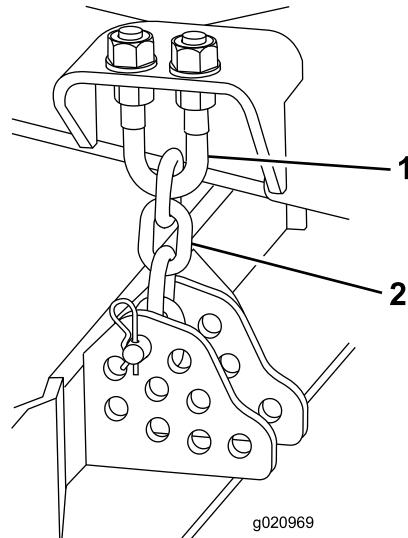

Figura 104
3. Retire el pasador de horquilla y la chaveta que fijan las cadenas de ajuste de la altura de corte a la parte trasera de la unidad de corte (Figura 104).